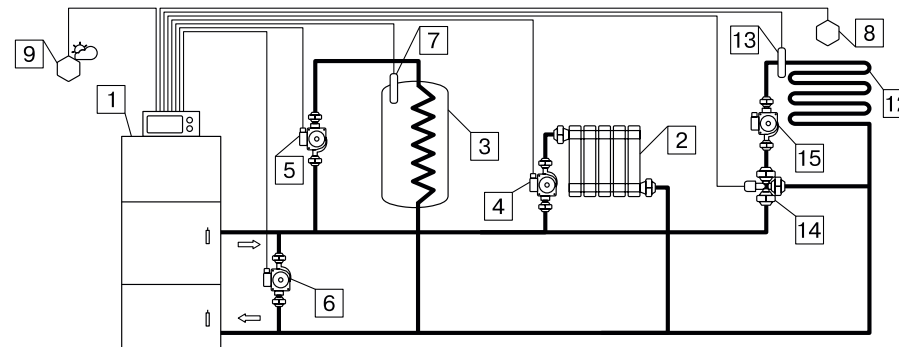

Рис.7 Упрощенная схема подключения котла с узлом рециркуляции
7.4.5. Во избежание конденсации продуктов сгорания в котле и повышения долговечности котла и дымохода, отопительный котел должен быть оборудован рециркуляционной системой или смесительным устройством, поддерживающим температуру теплоносителя на входе в котел выше 65°C, (см. рис.7; 8; 9).